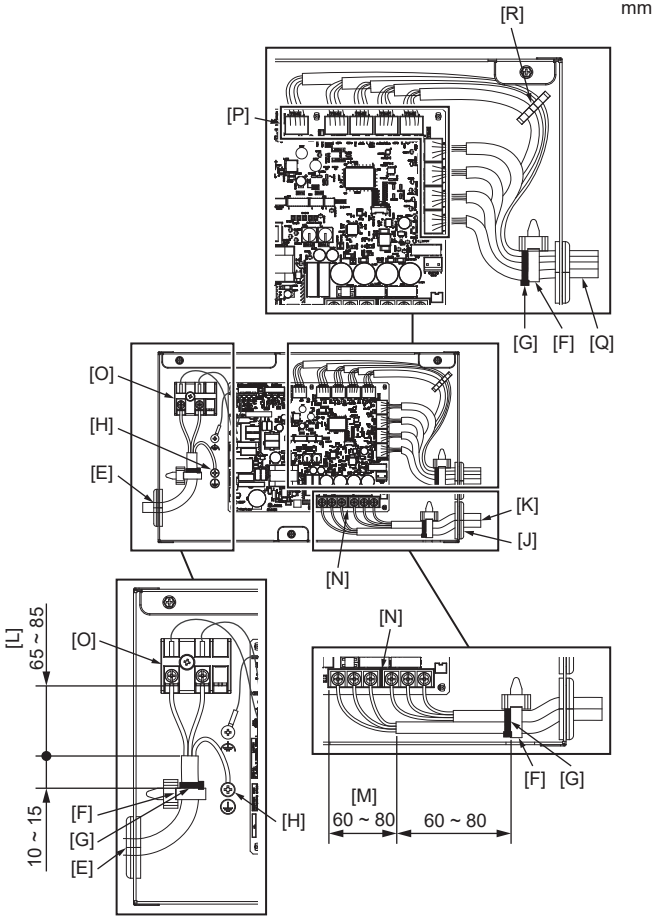

Fig. 5-7
- (2) Faites passer le câble d'alimentation et le fil de terre via les entrées de fils indiquées sur le schéma et raccordez-les. (Fig. 5-7)
- (3) Faites passer le câble M-NET via les entrées de fils indiquées sur le schéma et raccordez-le. (Fig. 5-7)